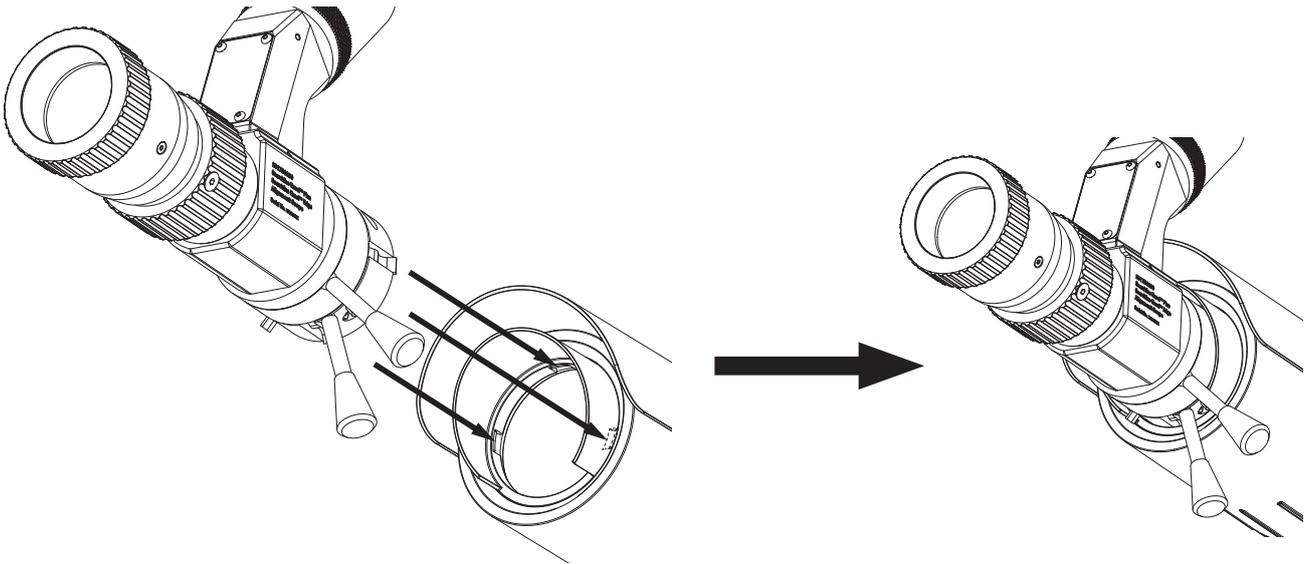

Figura 34. Adattamento del cannocchiale di allineamento ai quattro spazi
La procedura di base per l'allineamento del trasmettitore e del ricevitore è la stessa. Il cannocchiale di allineamento Searchline Excel viene utilizzato sia per Searchline Excel Plus che per Searchline Excel Edge, è semplicemente fissato alla parte anteriore del trasmettitore e del ricevitore (Figura 34) e deve essere montato a turno su ciascuno degli strumenti, a partire dal trasmettitore.
3. Inserire a fondo il cannocchiale di allineamento nelle quattro fessure sullo strumento (Figura 34).